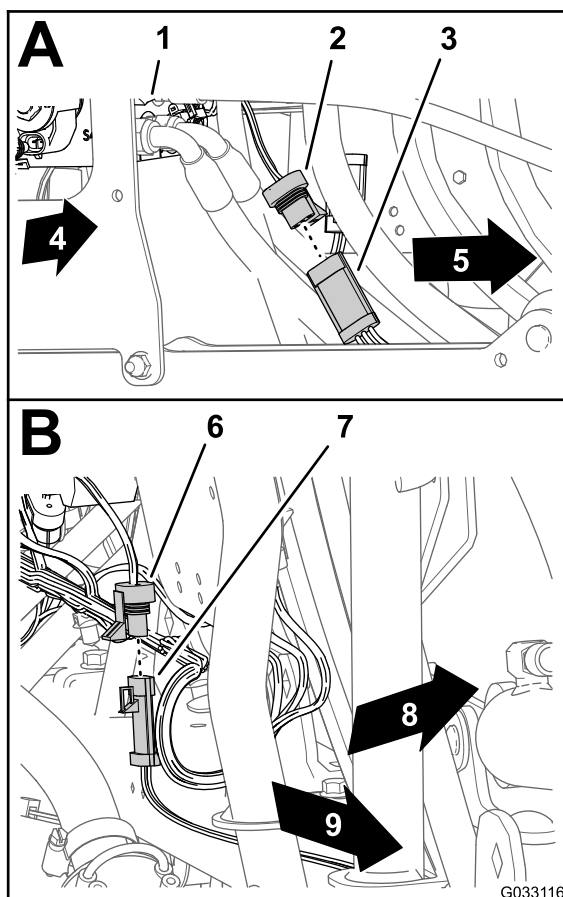

Рисунок 145
1. Подсоедините 3-гнездовой разъем жгута проводов комплекта ультразвукового выравнивания стрелы к 3-штыревому разъему кабеля правого ультразвукового датчика (вид А на Рисунок 145).
2. Подсоедините 3-гнездовой разъем жгута проводов комплекта ультразвукового выравнивания стрелы к 3-штыревому разъему кабеля левого ультразвукового датчика (вид В на Рисунок 145).